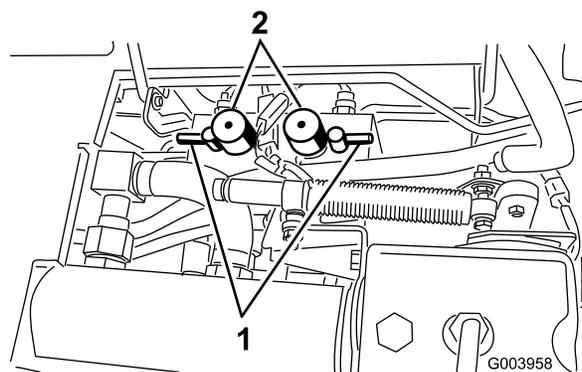

Figura 84
5. Impostate entrambi i regolatori della velocità in posizione 1 (Figura 84).
6. Selezionate le leve di lappatura anteriore, posteriore o entrambe per stabilire gli elementi da lappare (Figura 84).